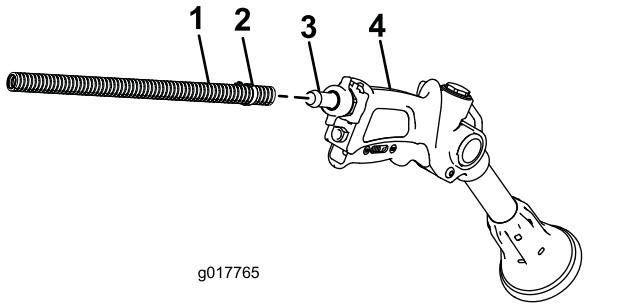

図 41
- ホース長のもう一端をスプレー ガンのフィッティングにつなぐ図 41。